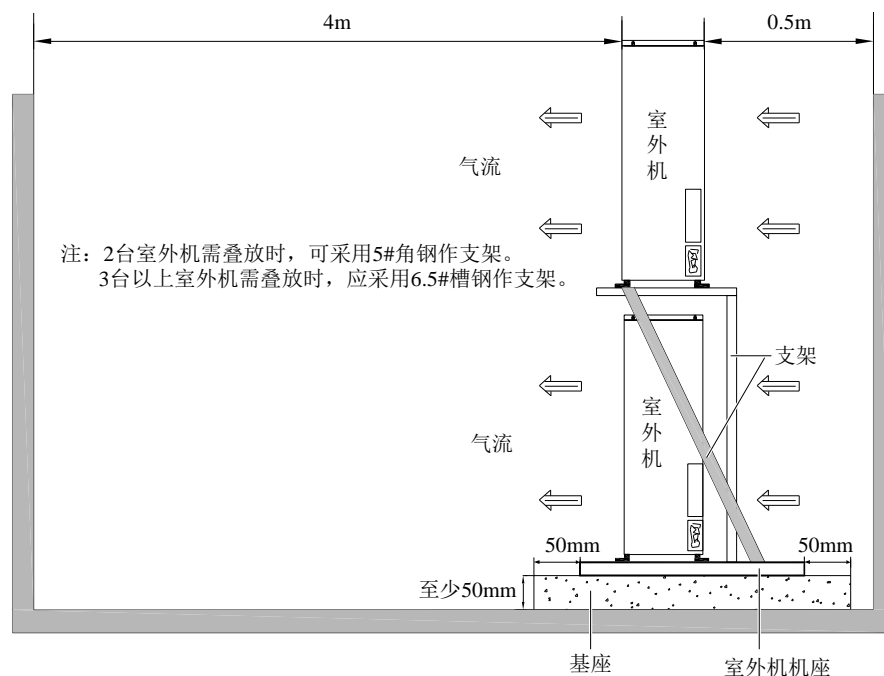

图2-11 多台室外机重叠放置安装示意图
7. 需要为室外机准备一个能承受其重量的基座（具体重量见表 2-2）。基座应高于周围地面至少 50mm，并大于室外机基座 50mm，如图 2-11 所示。
如果有多台室外机需重叠放置时，按照图 2-11 所示方式安装。